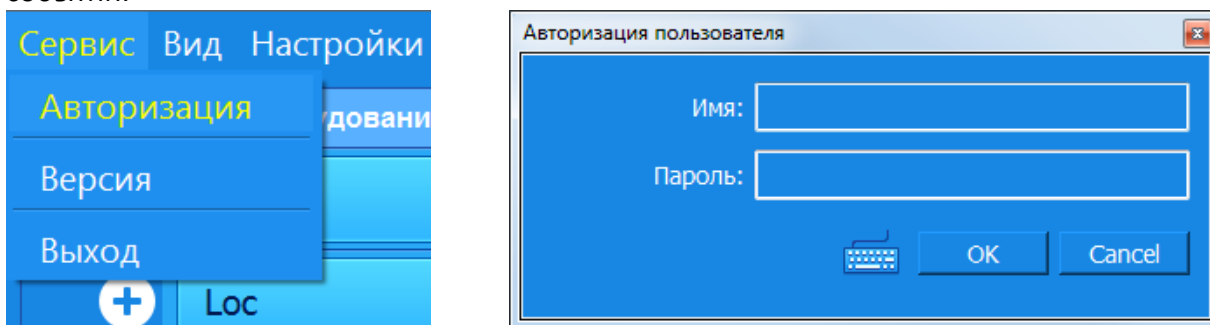

Рисунок 2.2 – Вид меню «Авторизация»
2.2.3 Основное верхнее меню состоит из двух пунктов «Сервис», «Вид». В меню «Сервис» находится подпункт меню «Авторизация». Выбрав данный подпункт меню, оператор может ввести свое имя и пароль, тем самым зарегистрироваться в системе (рисунок 2.2).